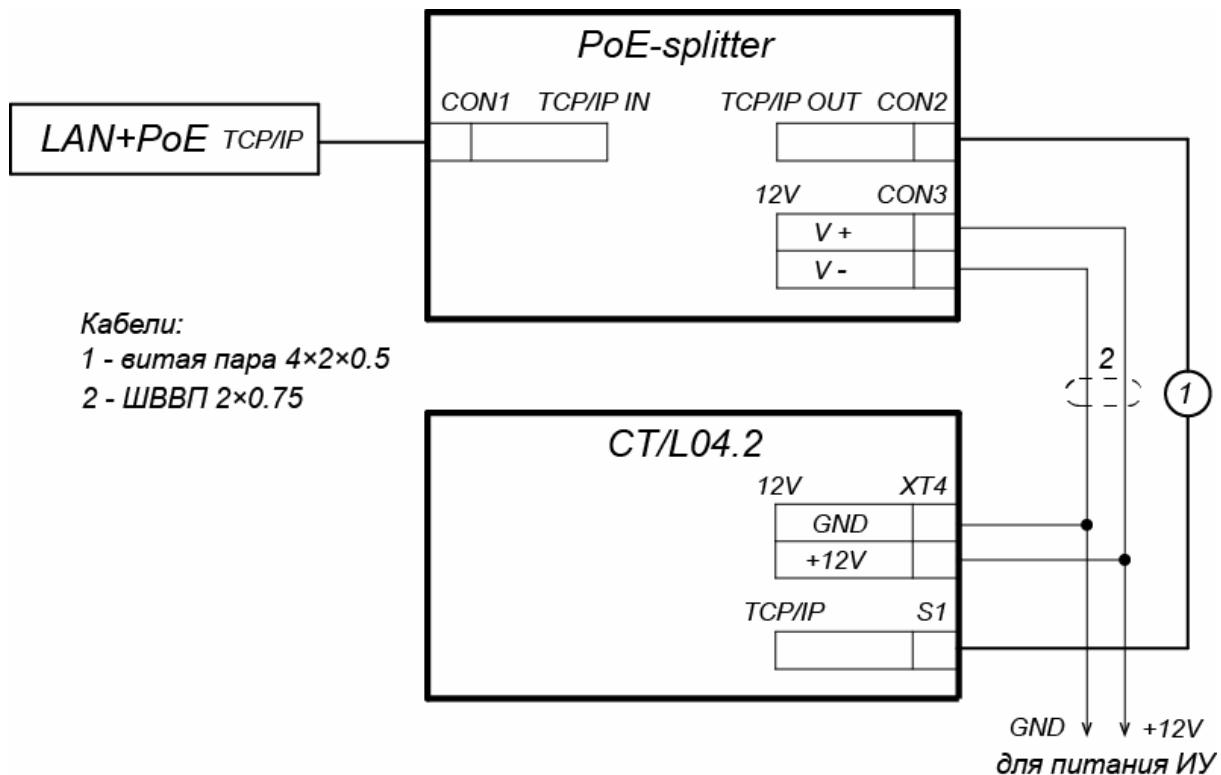

Рисунок 21. Схема подключения контроллера через PoE-сплиттер
2. В качестве считывателя отпечатков пальца при управлении одним из направлений двухстороннего замка (турникета). В этом случае поддерживается контроль зональности, ИУ управляет выходами контроллера **PERCo-CT/L04.2**. Контроллер *Suprema* подключается к контроллеру **PERCo-CT/L04.2** по интерфейсу *Wiegand* через конвертер интерфейса **PERCo-AC02** (схемы подключения - см. рис. 21).